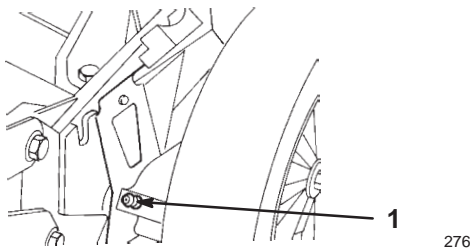

Bild 27
5. Wischen Sie die Schmiernippel mit einem sauberen Lappen ab (Bild 27).